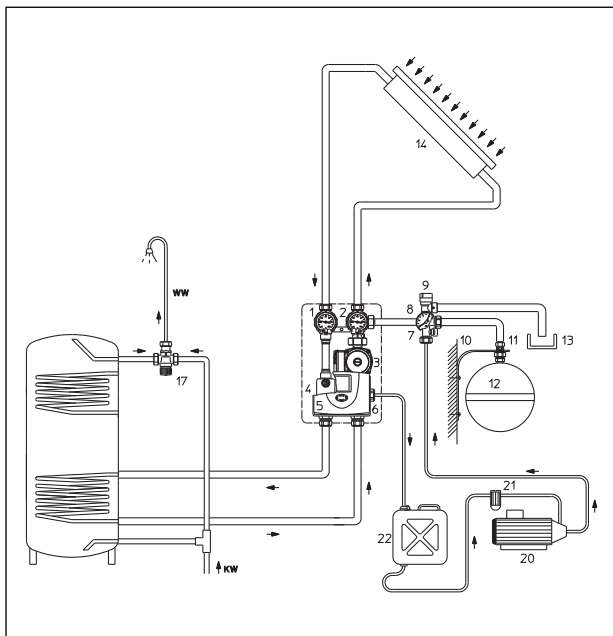

Bild 14: Solarkreis spülen
- Solarkreis mit Wärmeträgermedium spülen (siehe Bild 14)
- Befüllpumpe (20) nicht im Trockenlauf betreiben!
- Filter (21) verwenden (ist in den meisten mobilen Befüllstationen bereits integriert)
Eine Mobile Befüllstation ermöglicht die schnelle und saubere Spülung und Befüllung thermischer Solaranlagen – somit wird eine prozesssichere Entlüftung gewährt (siehe Bild 14).